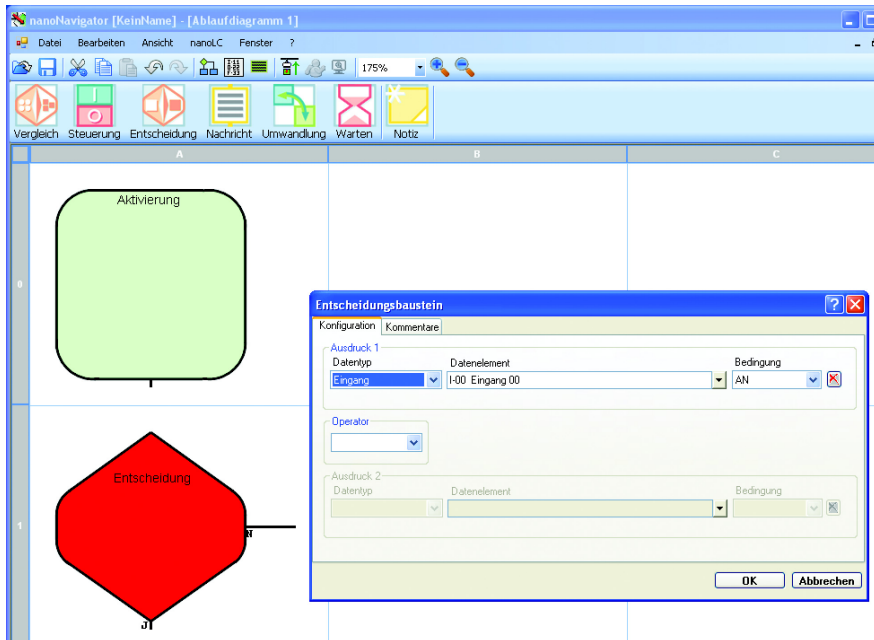

Abbildung 1-6 Dialogbox „Entscheidungsblock“ für Zelle A1
4. Geben Sie wie in Abbildung 1-6 gezeigt Daten in die einzelnen Felder der Dialogbox ein. Klicken Sie nach der Eingabe auf „OK“.